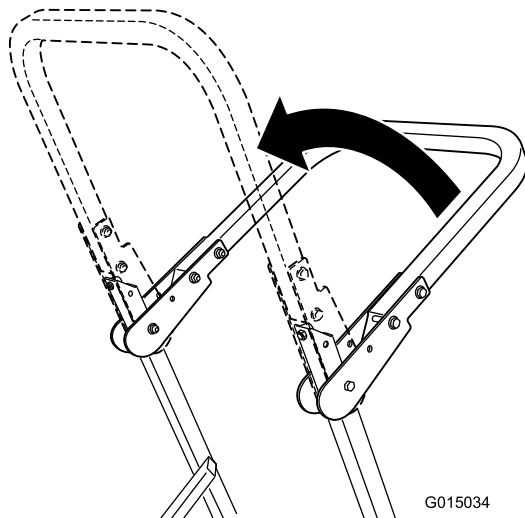

Figura 7
2. Eleve la barra anti-vuelco a la posición vertical (Figura 7).